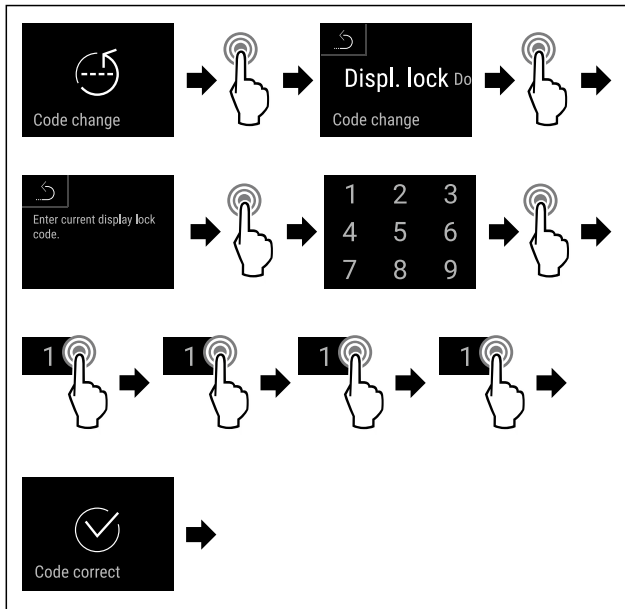

Fig. 84
- ▶ Suorita toimenpidevaiheet (katso Fig. 84).